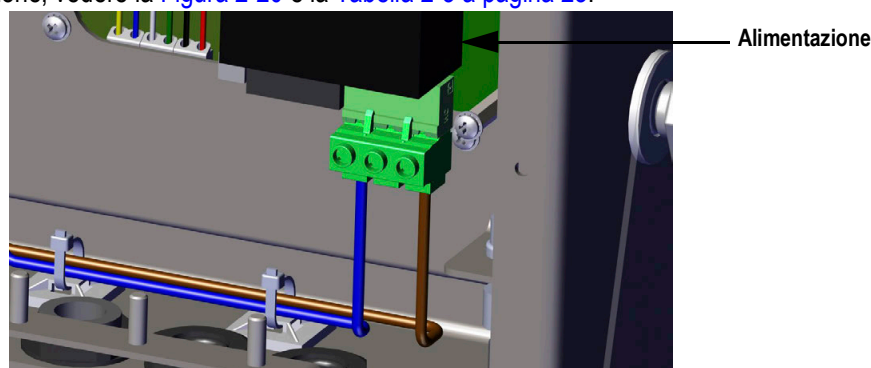

Figura 2-20. Connessione del cablaggio AC
1. Far passare il cavo nel pressacavo (non incluso), vedere la Figura 2-20.
3. Far passare gli altri due fili sul retro dell'indicatore e connetterli alla spina a tre pin (PN 152334) che si collega alla scheda di alimentazione, vedere la Figura 2-20 e la Tabella 2-3 a pagina 23.